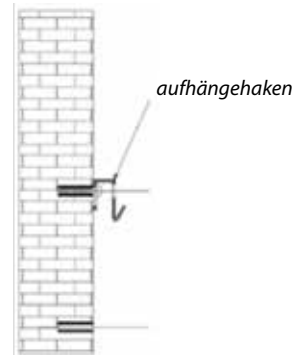

Abb. 5
6. Auf die Köpfe der Holzschrauben setzen Sie die Aufhängehaken auf und ziehen sie die Holzschrauben fest nach (Abb. 5).